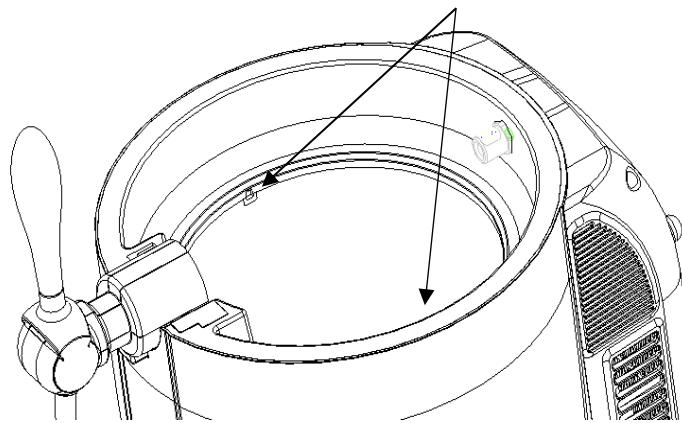

Figura 3
4. Compruebe que los LEDs del detector infrarrojo situados en las partes superior izquierda y derecha, por dentro del barril de enfriamiento del aparato (como se muestra en la Figura 3), estén limpios y funcionando correctamente. Si el tonel de cerveza no está dentro del barril, o mismo si está colocado y el sensor infrarrojo no lo detecta, el dispensador no funcionará normalmente y en la pantalla digital aparecerá el código “OP”.